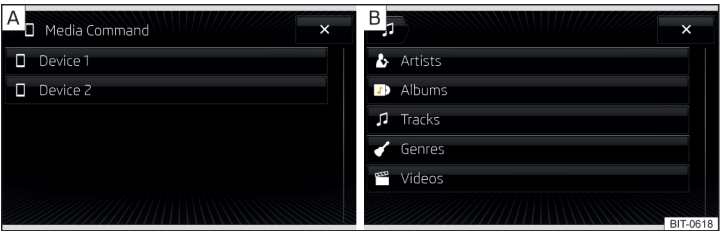

Fig. 196 Seleccionar fuente / Seleccionar categoría
- » Para **seleccionar la fuente de reproducción**, pulsar en el menú principal la superficie funcional **[F]** y seleccionar la tableta fuente » fig. 196 - **A**.
- » Para la **reproducción**, seleccionar la categoría » fig. 196 - **B** y luego seleccionar el título.